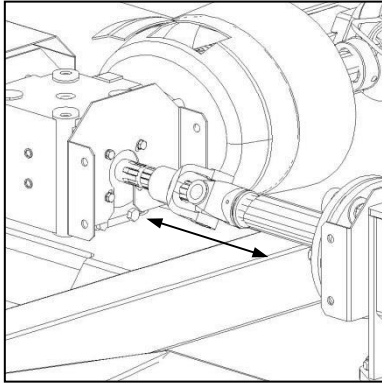
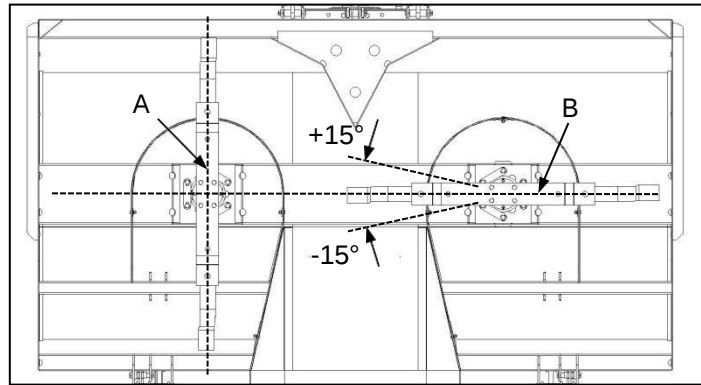

Fig. 7
Fig. 8
- ✓ Fully assemble one half (e.g., left-hand side) of the implement drivetrain and place the blades of that cutting gear assembly in a 0°-180° position (Fig. 8-A).
- ✓ With the right-hand side intermediate shaft disconnected from the center gearbox (Fig. 7), slowly rotate the right-hand cutting gear assembly, pausing on each occasion that the blades are in an approximate 90°-270° orientation (Fig. 8-B).
- ✓ Monteer een helfte (bv. die linkerkant) van die asstel volledig en plaas die lemme van daardie sny-meganismemontering in 'n 0°-180°-posisie (Fig. 8-A).
- ✓ Met die regterkantste tussenas ontkoppel van die sentrale ratkas (Fig. 7), draai die regterkantste snymeganismemontering stadig en stop elke keer wanneer die lemme in ongeveer 'n 90°-270°-oriëntasie is (Fig. 8-B).